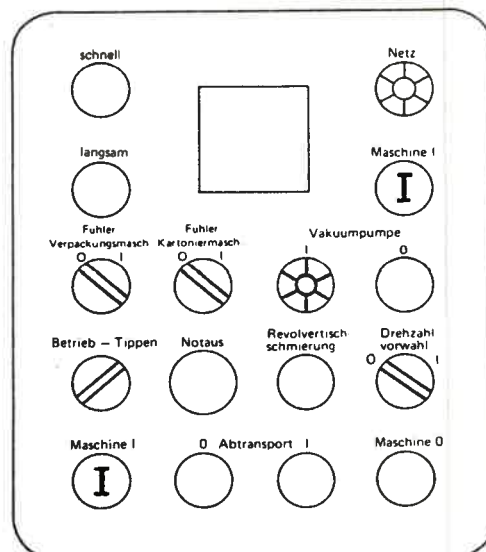

Bild 251
5. Maschine durch Tippen der Taster „Maschine I“ (Bild 251) so lange laufen lassen, bis die nächste Zelle auf Station steht.